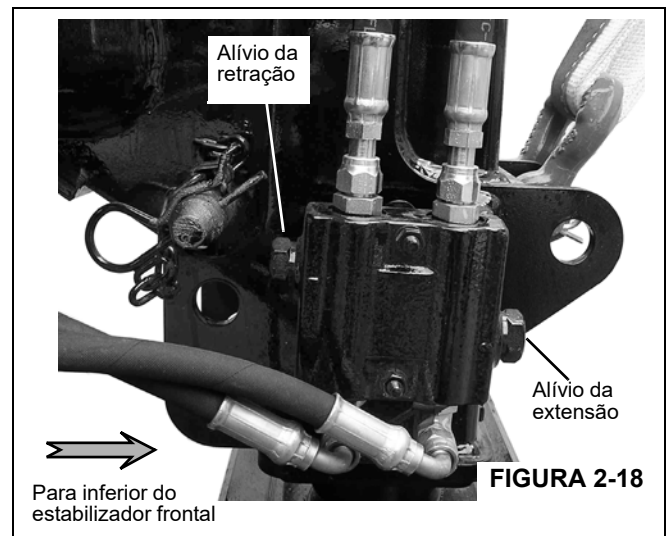

FIGURA 2-18
1. Desconecte as linhas de extensão e retração do estabilizador único frontal (SFO) (Figura 2-18). Tampe a linha de retração e instale um manômetro na linha de extensão.